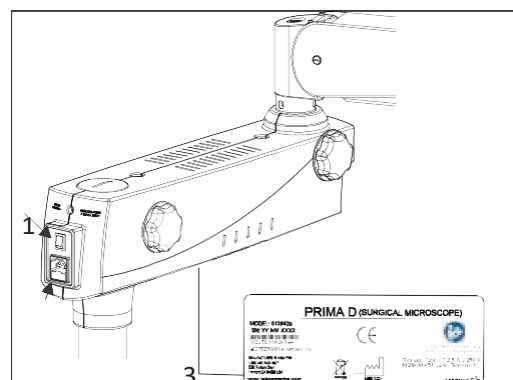

Fig. 7
Connectez le câble d'alimentation à la prise d'entrée CA (2) située à l'arrière du bras pivotant, comme indiqué dans la fig.7.
Note: l'alimentation est conçue avec une entrée universelle 100V - 240V CA, 50/60 Hz. Pour brancher, suivez les instructions sur l'étiquette électrique située au bas du bras, comme illustré en Fig.7 (3).
9.1 INTERRUPTEUR MARCHÉ/ARRÊT (1, FIG. 7)